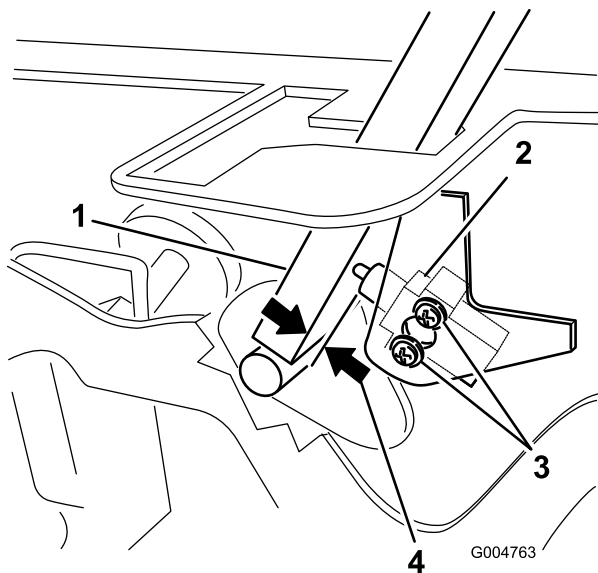

**Figura 53**
2. Afloje los pernos del panel delantero y retire el panel (Figura 53).